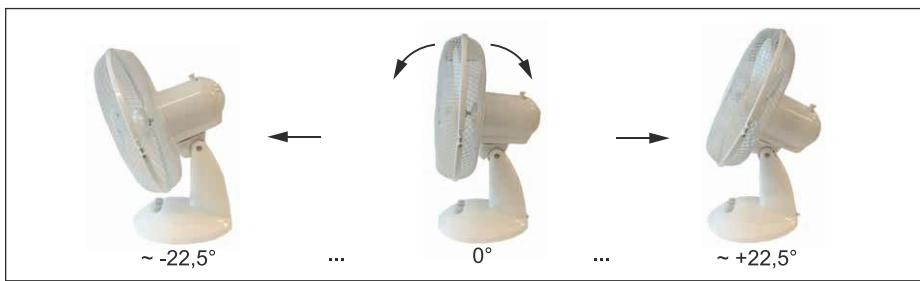

Fig.164: Настройка угла наклона
4. Наклоните вентилятор в необходимое положение, из которого должен осуществляться обдув. См. рис. 164.